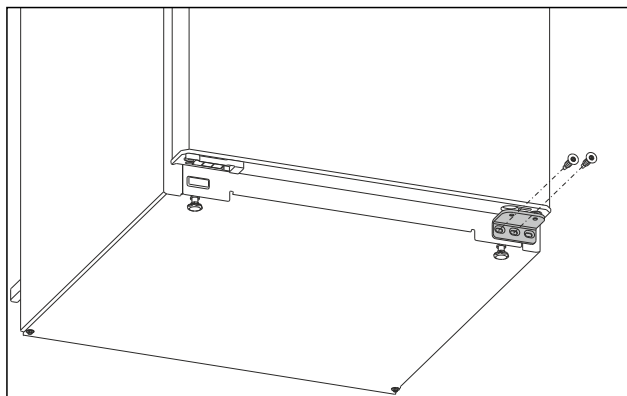

Fig. 4
- ▶ Wykręcić środkową śrubę przy dolnej płytce zawiasu śrubokrętem Torx 20. Fig. 4 ()
- ▶ Wykręcić wewnętrzną śrubę przy dolnej płytce zawiasu śrubokrętem Torx 20. Fig. 4 ()